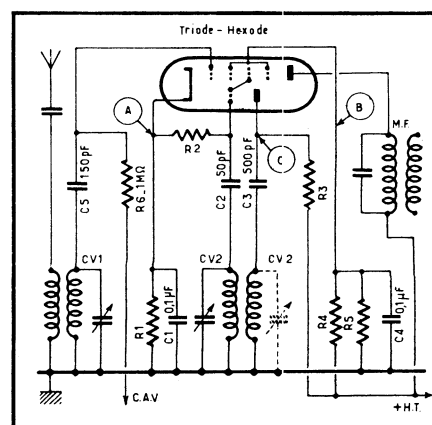
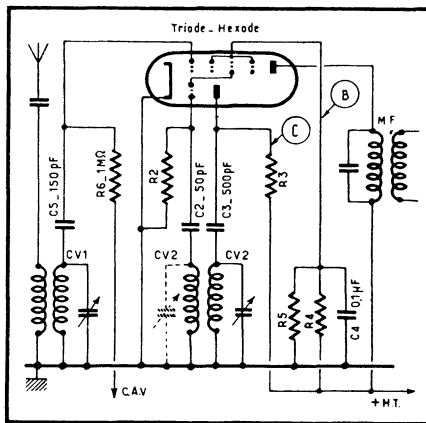

Fig. 302. — Schéma classique d'un étage changeur de fréquence à triode-hexode.
Fig. 303. — Schéma d'utilisation d'une triode-hexode avec cathode à la masse.
Ces lampes sont presque toujours utilisées avec l'alimentation de l'anode oscillatrice en parallèle (résistance de charge  $R_3$  des figures 302 et 303), mais il est évident que cela n'est nullement obligatoire et que l'ensemble peut fonctionner pratiquement tout aussi bien si l'on adopte le montage série, comme pour les octodes. De même, le plus souvent le circuit accordé de l'oscillateur se place dans l'anode (fig. 303), mais encore une fois ce n'est pas obligatoire et le montage de la figure 302 est également utilisé. Les condensateurs variables figurés en pointillé représentent, pour les deux figures ci-dessus, la deuxième possibilité.
Les schémas des figures 302 et 303 ne diffèrent que par la façon dont la lampe est polarisée : d'une part par une résistance de cathode (fig. 302) ; d'autre part à l'aide d'une tension négative appliquée directement à la grille de commande de l'hexode par le circuit de la C.A.V., la cathode de la lampe étant réunie à la masse (fig. 303).
Signalons enfin que l'écran d'une triode-hexode est très souvent alimenté à l'aide d'une simple résistance série, le tableau ci-après, s'appliquant aux schémas des figures 302, 303 et 304, donnant toutes les indications sur les variantes correspondantes.
c. — Lorsqu'une triode-hexode est montée suivant le schéma de la figure 303 (cathode à la masse), c'est par la ligne de la C.A.V., à travers la résistance  $R_5$ , que nous devons appliquer à la grille de commande